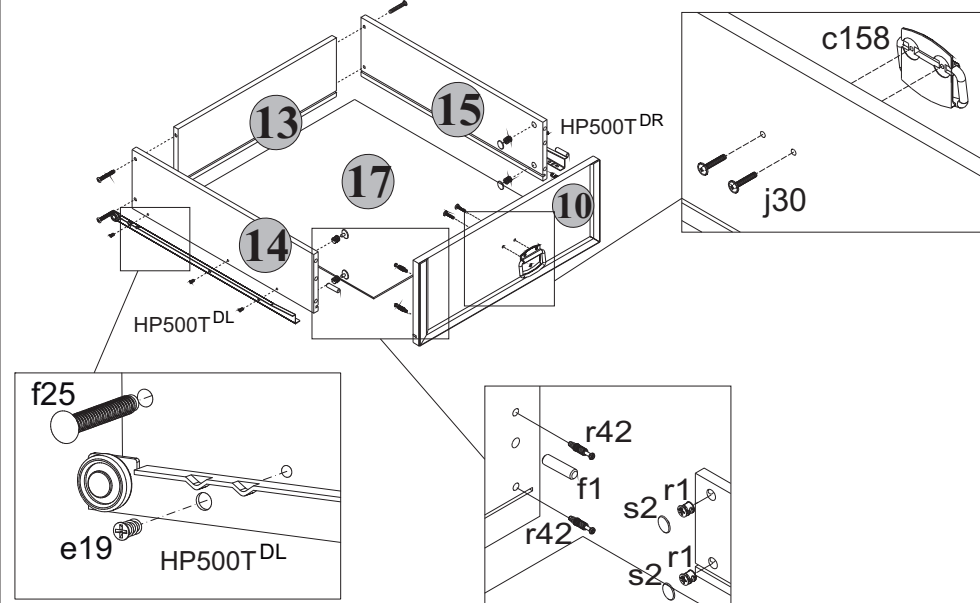

Рис. 3
- 5.23 В отверстия диаметром **8 мм** на передних кромках стенок боковых **14 и 15** ящиков вбить деревянные шканты **f1** (**см.рис.3**).
- 5.24 В отверстия диаметром **15 мм** на внутренних поверхностях стенок боковых **14 и 15** ящиков вставить стяжки эксцентриковые **r1** (**см.рис.3**).
- 5.25 В отверстия диаметром **5 мм** на внутренних поверхностях панелей ящиков **10** с помощью крестообразной отвертки вкрутить винты стяжки **r42** (**см.рис.3**).
- 5.27 Соединить панели ящиков **10** с корпусами ящиков и затянуть стяжки эксцентриковые **r1**, пользуясь специальным ключом **z1**. Закрыть стяжки эксцентриковые заглушками **s2** (**см.рис.3**).